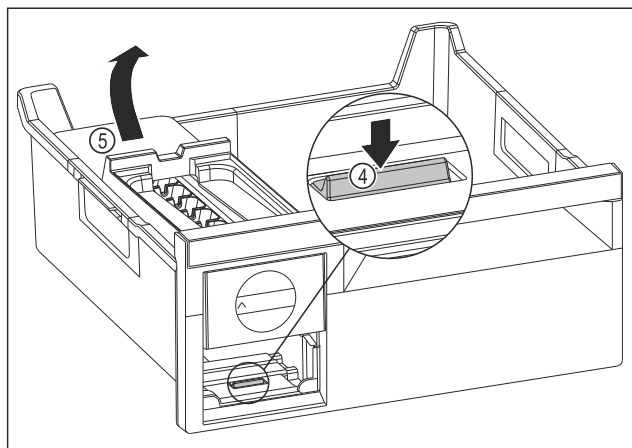

Fig. 96
- Fjern hoveddelen til EasyTwist-Ice: Trykk tappene Fig. 96 (4) ned med fingeren samtidig som hoveddelen til EasyTwist-Ice Fig. 96 (5) løftes opp fra baksiden med den andre hånden.